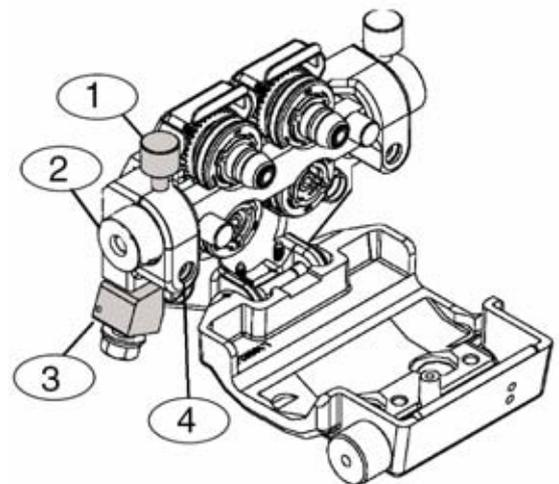

РИСУНОК A.5
3. До упора вставьте соединитель кабеля в адаптер и осторожно затяните винт с накатанной головкой (смотрите рис. A.5а).